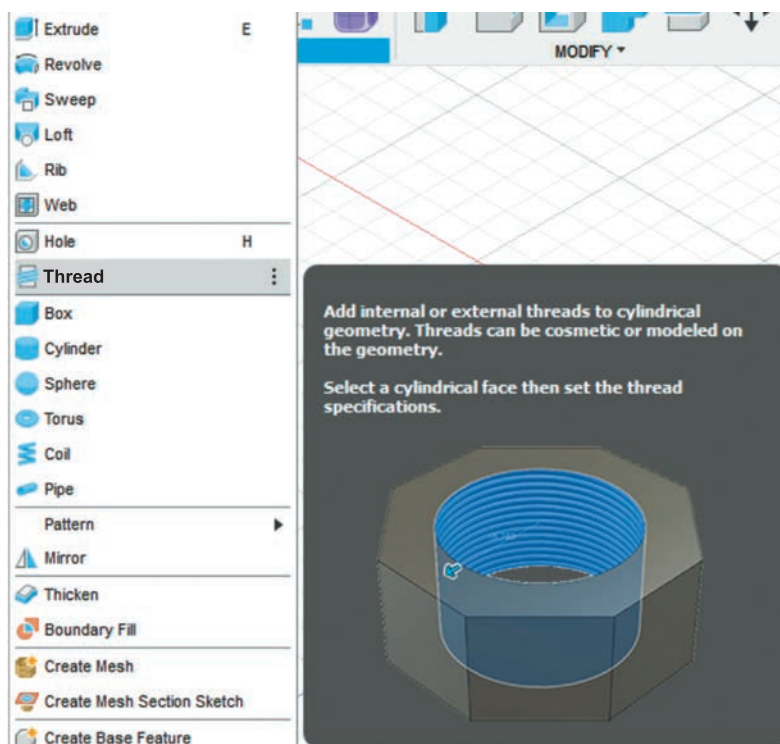

Рис. 47. Инструмент **Thread** (резьба)
2.20. Для создания резьбы выберем инструмент **Thread** из группы **Create** (рис. 47).